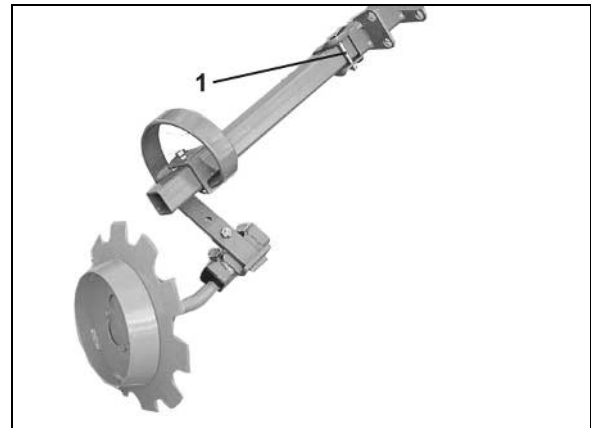

Рис. 73
3. Ослабьте винт для подтягивания клина (Рис. 73/1).